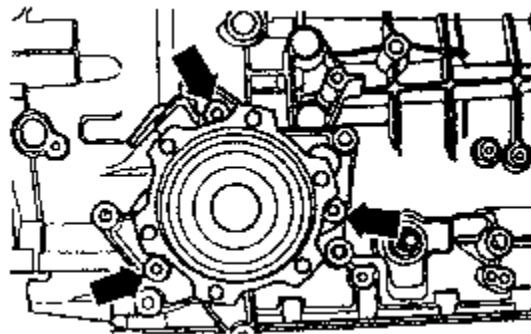

图 8-104 拆卸法兰轴轴承座
(4) 拆下轴承座上法兰轴插头连接卡夹，如图 8-104 所示，拆下法兰轴轴承座（箭头）。